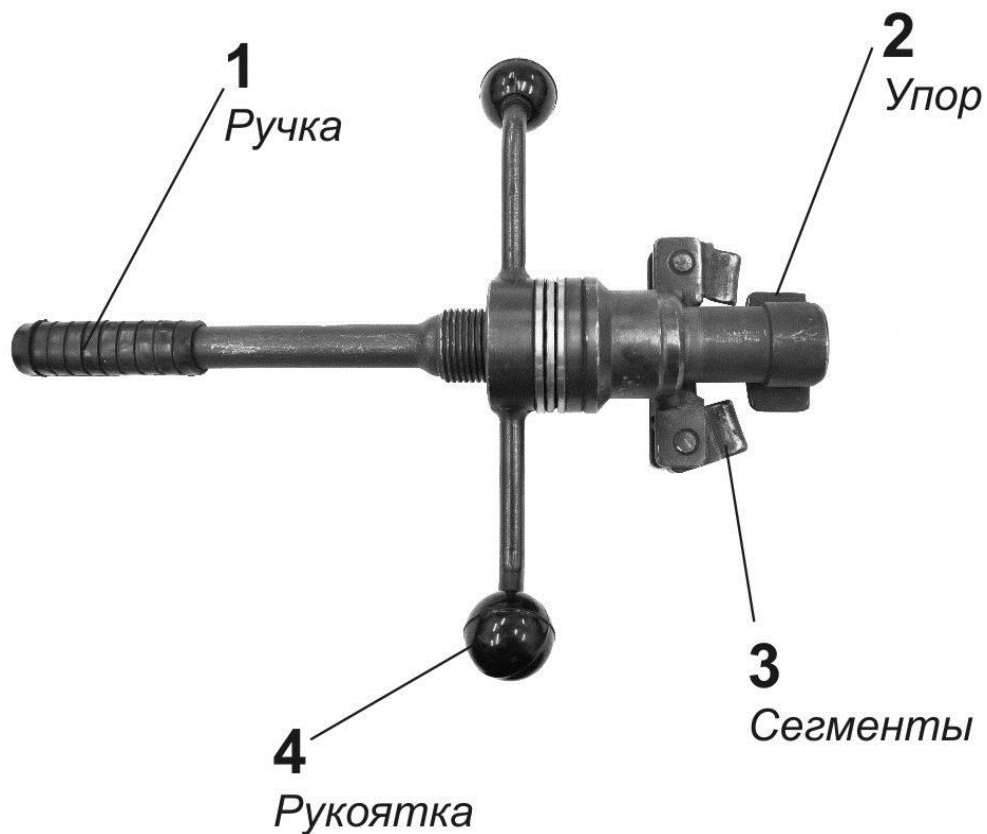

Рисунок 2
3.2 Приспособление №2 (Рисунок 2)